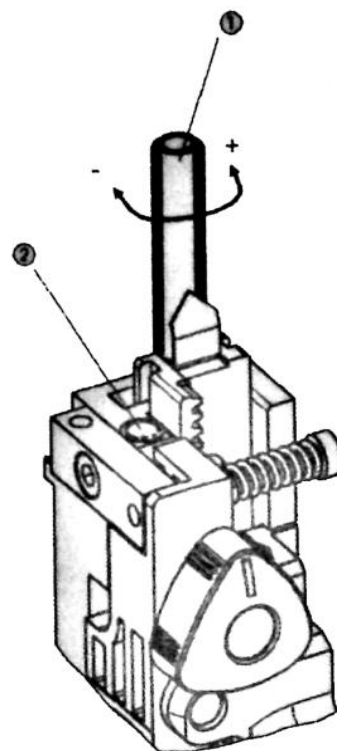

Рис. 8
- Базовая настройка длины скрепок (Рис. 8)